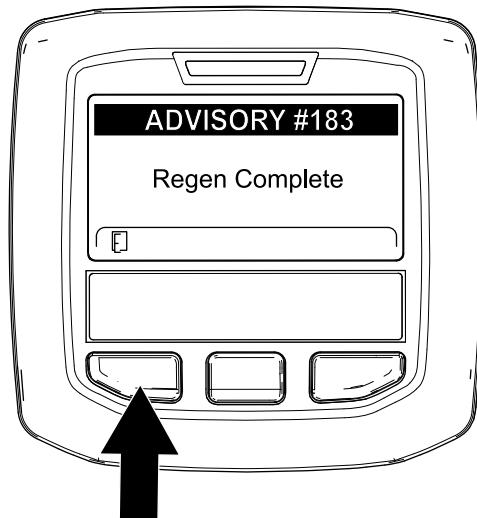

Bild 85
9. Wenn der Motorcomputer eine geparkte Regenerierung oder eine Wiederherstellung-Regenerierung abschließt, wird im InfoCenter ADVISORY #183 (Bild 85) angezeigt. Drücken Sie die linke Taste, um den Willkommenbildschirm anzuzeigen.
Hinweis: Wenn die Regenerierung nicht abgeschlossen wird, wird im InfoCenter „Advisory #184“ (Bild 85) angezeigt. Drücken Sie die linke Taste, um den Willkommenbildschirm anzuzeigen.